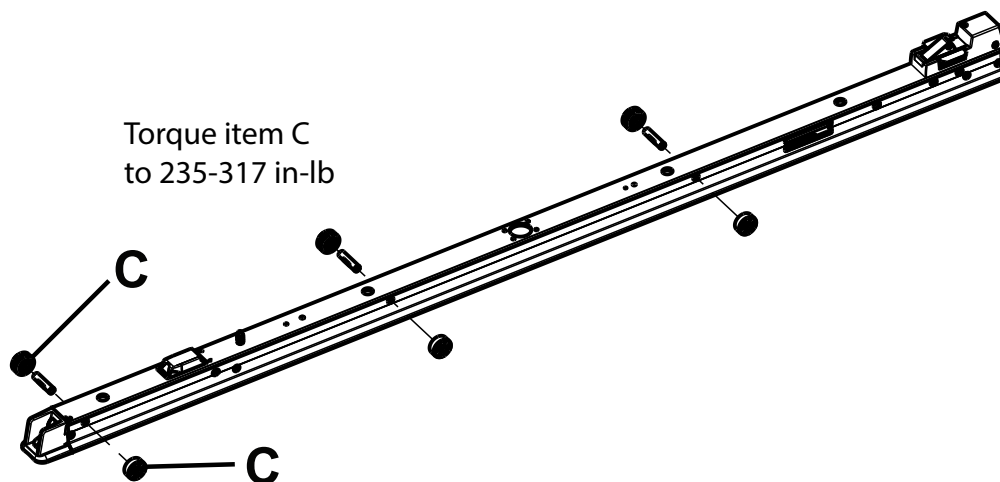

Figure 46 – Retirer l'ensemble de galets à guide en V et l'ensemble de galets plats
7. À l'aide d'une clé à six pans de 1/4 po, retirer les deux vis (C) qui fixent l'ensemble de galet plat et l'ensemble de galet à guide en V du côté pieds de l'ensemble d'ancrage (Figure 46). Conserver les vis.